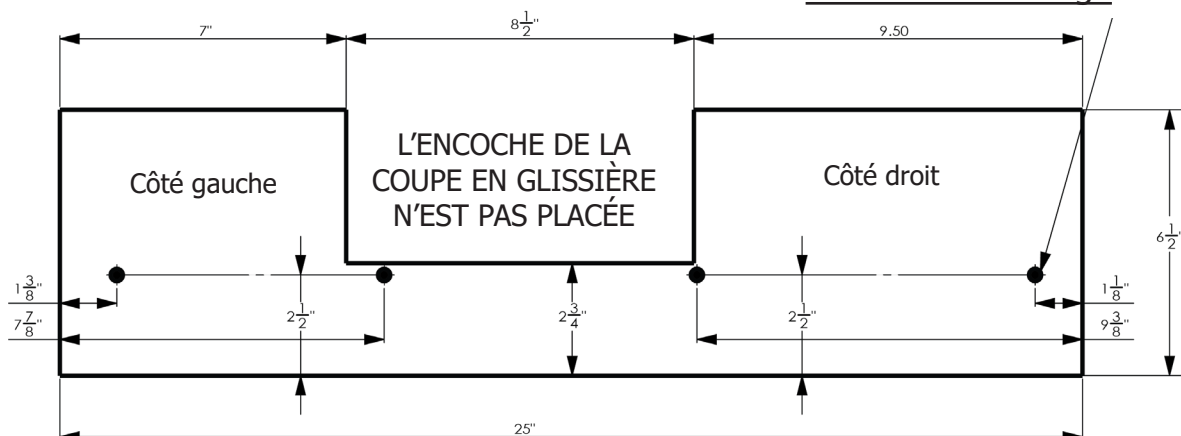

Figure 26
- Voir la figure 26 pour les dimensions du guide auxiliaire.
- L'entaille illustrée dans la figure 26 doit être découpée afin de pouvoir effectuer des coupes en glissière en utilisant le guide auxiliaire.